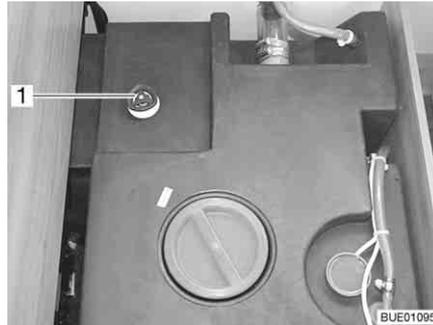

Fig. 170 Depósito de agua con tirador giratorio
- Girar el tirador giratorio (Fig. 170,1) sobre el depósito de agua en sentido de las agujas del reloj, hasta el tope.
- Girar el tirador giratorio (Fig. 170,1) sobre el depósito de agua en sentido contrario a las agujas del reloj, hasta sentir resistencia. El agua se saldrá hasta 60 litros.